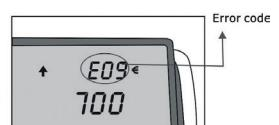

Fig.2
- Lorsque le billet est suspect, ce dernier est éjecté vers l'avant avec une série de 3 bips sonores. En même temps la touche de mise sous tension clignote (fig. 2). Les codes d'erreurs sont référencés sur la liste des anomalies.